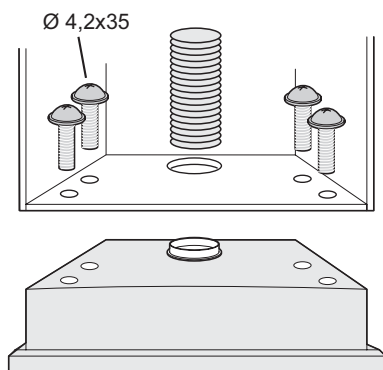

Fig. 5
- En partant de l'intérieur de l'armoire murale, vissez les 4 vis fournies sur la vis femelle correspondante. **Fig. 5.**